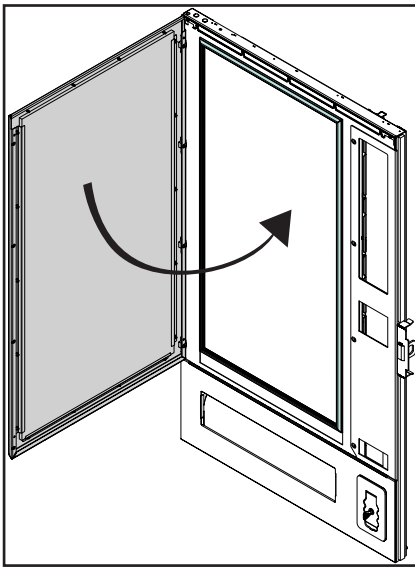

Bild 31
1. Schlagschutz schließen (Bild 31).